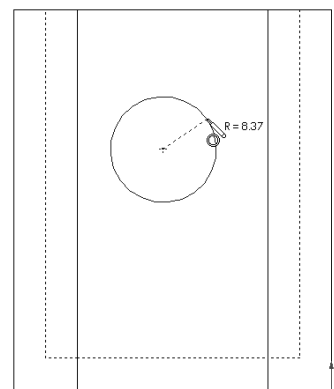

Рис. 29
### Малювання кола (рис. 29)
3. Перемістити курсив, щоб намалювати коло (рис. 29).